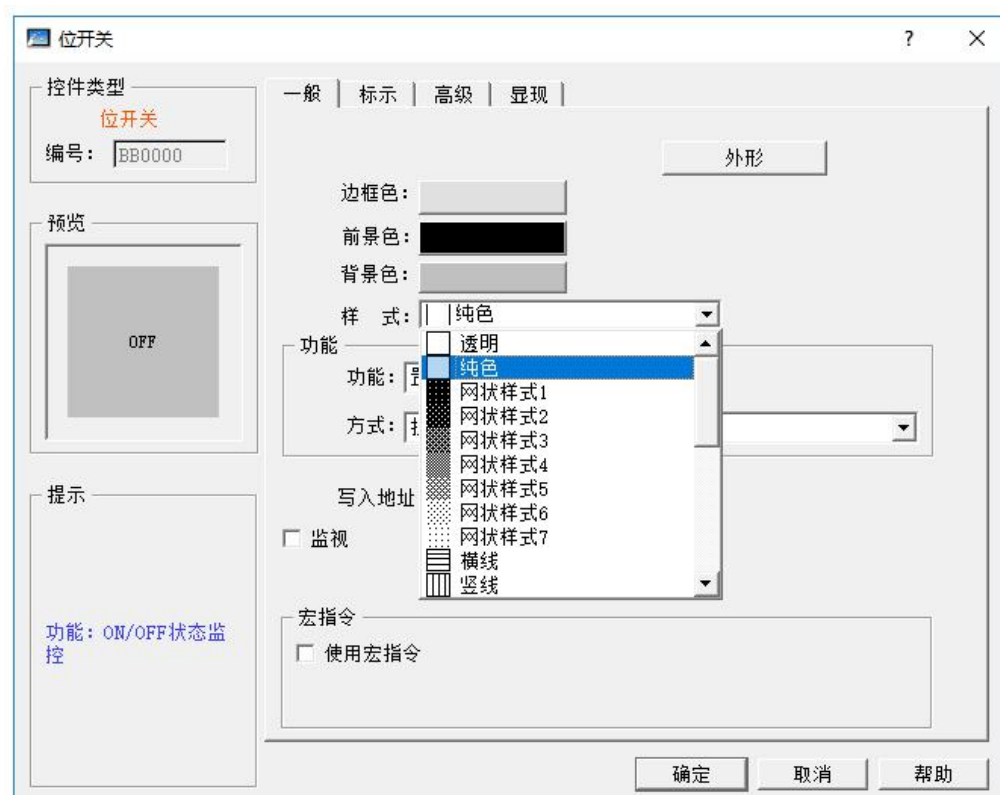

图 4-70 改变外形和样式值
- ◆ 样式: 单击该下拉框, 共有 21 种样式供你选择, 根据需要选择不同的样式可美化控件。例如图 4-70 所示: